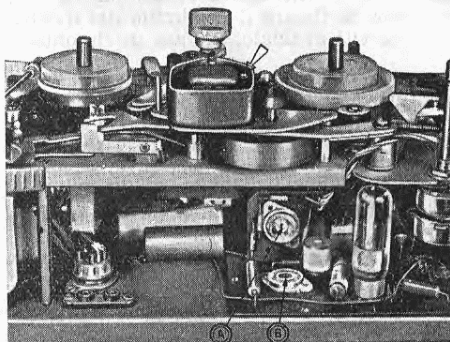

Fig. 7
Taratura dell'indicatore del livello di registrazione. - La resistenza semifissa « A » serve per la taratura dell'indicatore del livello di registrazione. Essa viene regolata in fabbrica in sede di collaudo e non è quindi necessario, normalmente, ritoccarne la regolazione: nel caso però in cui, per sostituzione delle valvole o per altri motivi, le variazioni luminose fossero insufficienti od eccessive si operi come segue (fig. 7):
- regolare la resistenza semifissa « B » a mezzo di un piccolo cacciavite, fino ad ottenere una corrente di 0,28 A (fig. 7);